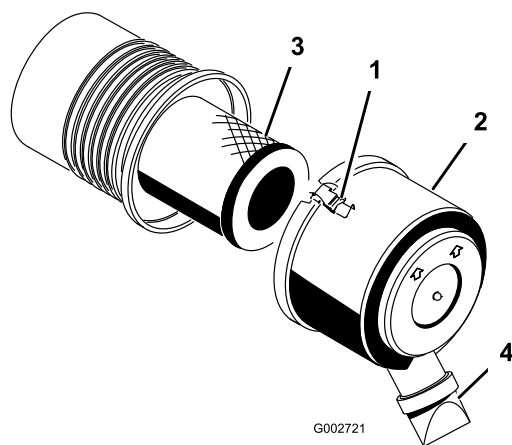

Figura 27
1. Rilasciate i fermi che fissano il coperchio del filtro dell'aria al relativo corpo (Figura 27).